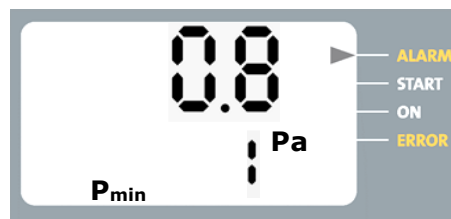

Abb. 15: Alarmzustand
2. Dauert eine Druckunterschreitung länger als die Glättungszeit T_v , geht der DS 01 M in den Alarmzustand (Abb. 15), der Pfeil steht bei ALARM.